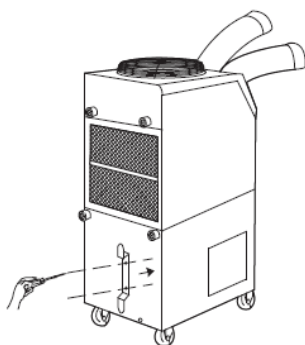

Рисунок 3.
3. Используйте винты (в комплекте), чтобы закрепить держатель шнура питания на задней стенке кондиционера (рис. 3)